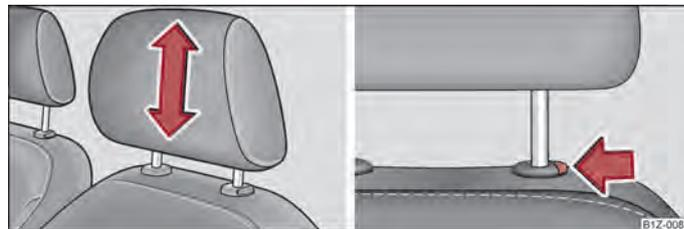

Fig. 45 Apoio para a cabeça: ajustar / puxar
- Com as duas mãos, segure as partes laterais do encosto de cabeça e puxe-o para cima conforme pretendido ⇒ Fig. 45 - à esquerda.
- Se pretender baixar o encosto de cabeça, prima o botão de segurança com uma mão e mantenha-o premido ⇒ Fig. 45 - à direita; com a outra mão, pressione o encosto de cabeça para baixo.
- Prima o botão de segurança no sentido da seta ⇒ Fig. 45 - à direita, e extraia o encosto de cabeça.